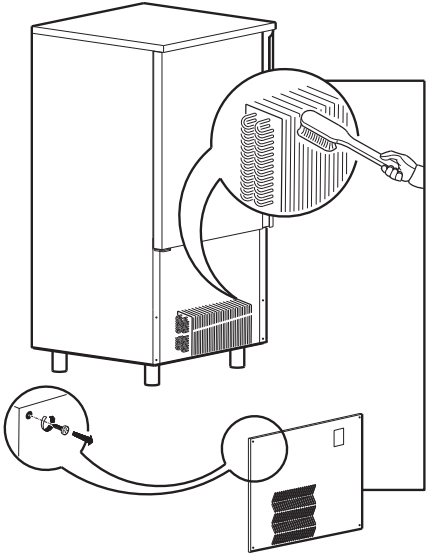

Fig. 9
- Monatlich muss der Kondensator gereinigt werden, dazu den hinten angebrachten Schutzrost entfernen (ABB.9 Seite3). Zur Reinigung eine grobe Bürste (nicht Stahlbürste) oder den Staubsauger benutzen. Den abgelagerten Staub zwischen den Rippen sorgfältig und vorsichtig entfernen. Zur Reinigung Handschuhe benutzen, um die Hände vor Schnittwunden zu schützen. Nach den Reinigungsarbeiten die abgenommenen Schutzvorrichtungen wieder anbringen. Ein verschmutzter Kondensator verbraucht mehr Energie und beeinträchtigt die Funktionstüchtigkeit des Gerätes.